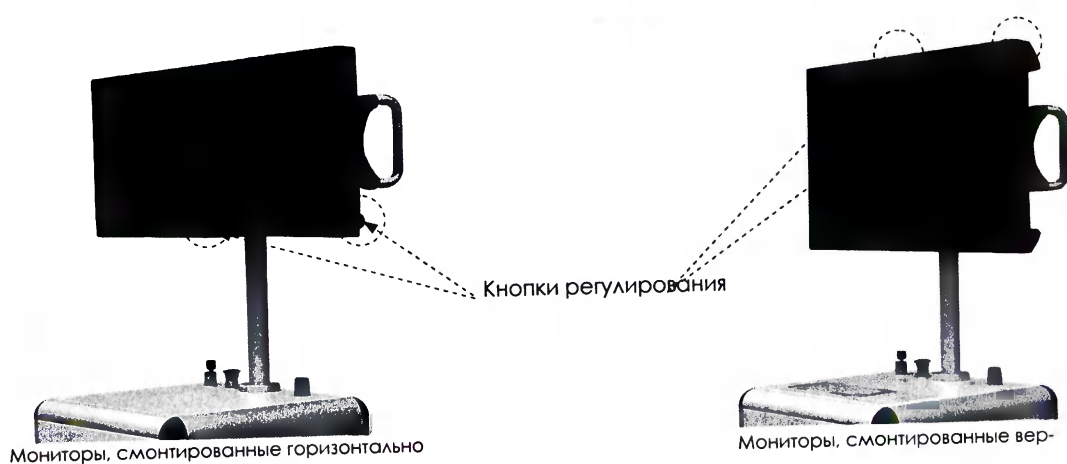

Рисунок 166
- используйте двухфункциональную кнопку управления экранным меню (см. рисунок 166);